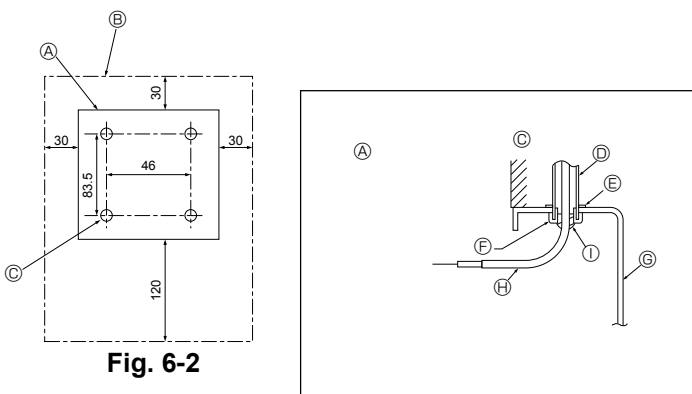

Fig. 6-2
(1) Välj installationsplats för fjärrkontrollen. (Fig. 6-2)
[Fig.6-2]